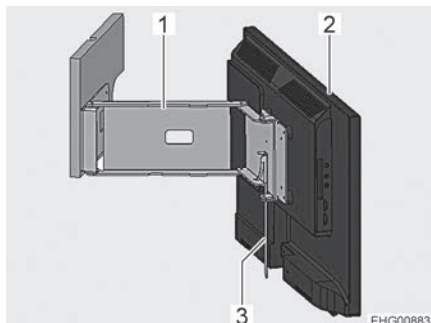

Bild 95 Platt bildskärm på ledad arm
- Flytta spaken (Bild 95,3). Den ledade armen (Bild 95,1) är upplåst.
- Sväng den platta bildskärmen (Bild 95,2) till önskat läge.